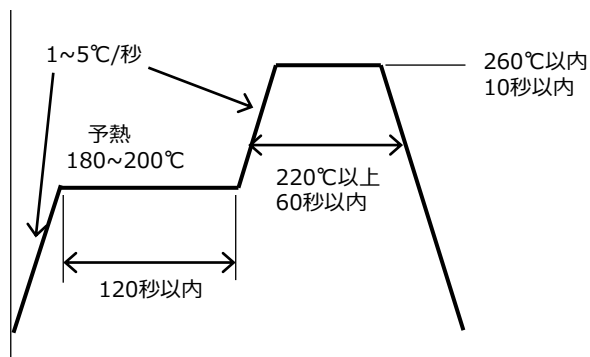

図19. リフロー推奨条件
- ①リフローによるはんだ付けは、2 回までとしてください。
- ②リフロープロファイルは図19の条件を参考に、ご使用になるはんだペーストの推奨条件に合わせてください。
- ③ピーク温度からの冷却温度勾配は、急冷却を避けてください。
- ④大気リフローの場合、リフロー時の熱や雰囲気の影響により、光学的劣化を起こすことがあります。リフローに際しては、窒素リフローを推奨します。